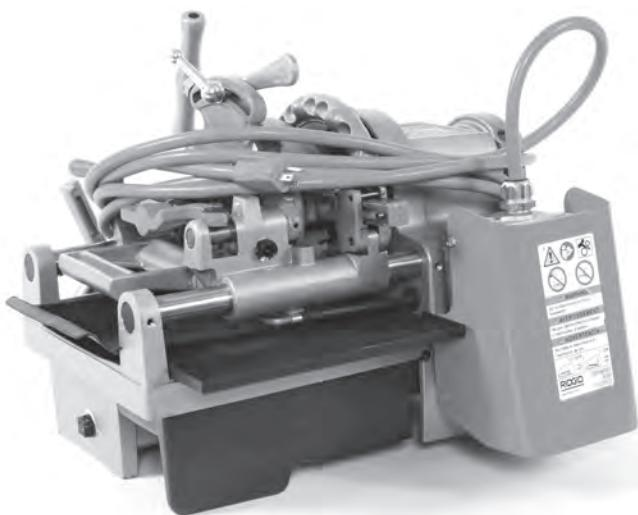

Figura 15 – La máquina preparada para su transporte
1. Asegure que el interruptor I/O esté en posición de apagado (O) y que el cordón esté desenchufado.
4. Enrolle el cable de electricidad y el cable del interruptor de pie, y engánchelos como se muestra en la *Figura 15*.